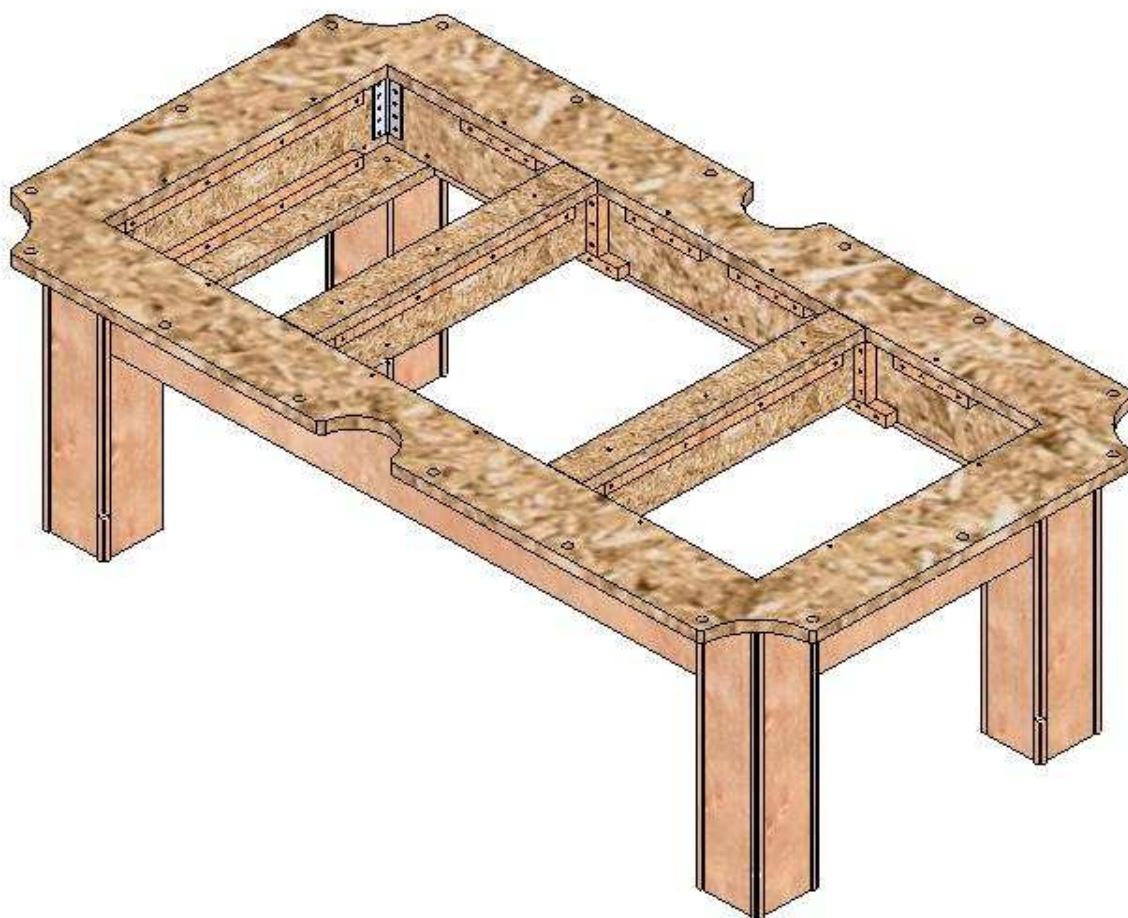

Рисунок 4.21
4. Уложите подложку на раму, проверьте правильность ее положения. Закрепите подложку на раме (рис.4.21).